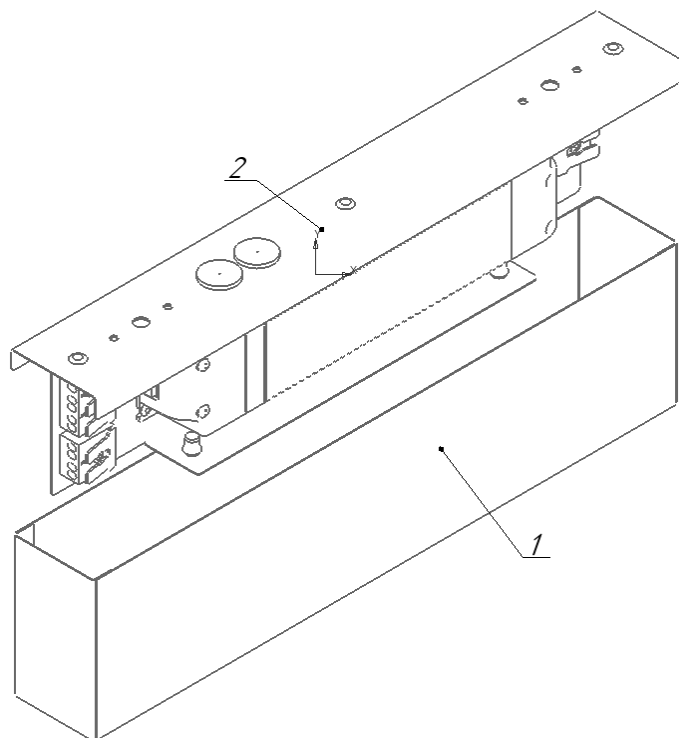

Рисунок 5 - Схема установки отсека источника питания светильника ДВО18
5.3.4. Снимите крышку отсека источника питания, открутив 2 винта (см. рисунок 5).